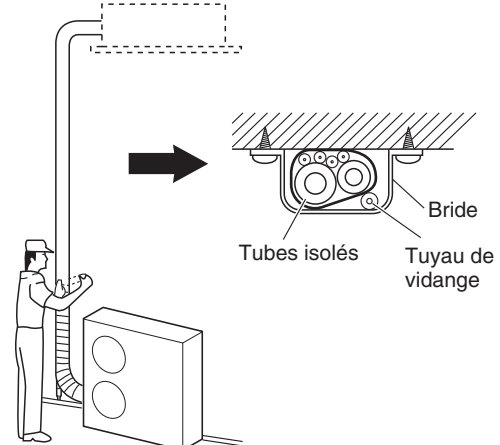

Fig. 5-9
- (1) A ce moment, les tubes de réfrigérant (et le câblage électrique si les codes locaux le permettent) devraient être branchés ensemble avec du ruban d'armature en 1 faisceau. Pour éviter que le condensat ne déborde du carter de purge, garder le tuyau de purge séparé du tube de réfrigérant.
- (2) Enrouler le ruban d'armature par le bas de l'unité extérieure jusqu'en haut du tube lorsqu'il entre le mur. Lorsque vous enroulez le ruban, chevauchez la moitié de chaque tour de ruban précédent.
- (3) Brider le lien de tube au mur en utilisant approx. 1 bride à chaque mètre. (Fig. 5-9)